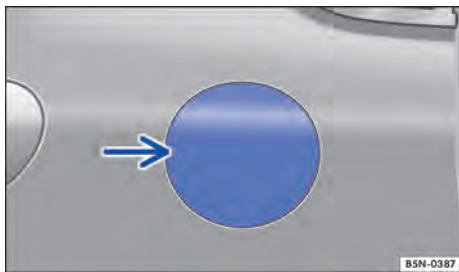

Fig. 184 Lado direito traseiro do veículo: abertura da portinhola do tanque.
- Pressionar a portinhola do tanque à esquerda, do lado externo ⇒ Fig. 184 (seta), a tampa salta um pouco para fora.